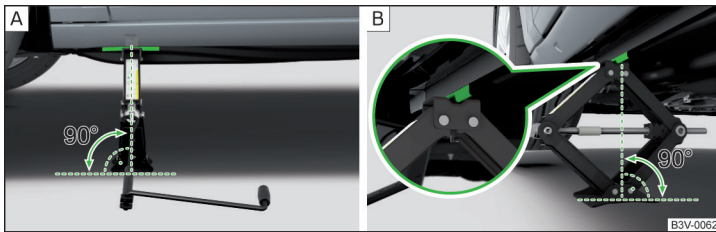

Abb. 235 Wagenheber ansetzen
- Die Grundplatte des Wagenhebers mit der gesamten Fläche auf einem geraden Untergrund stellen, sodass sich der Heber in senkrechter Position zum Aufnahmesteg befindet » Abb. 235 - **A**.
- Den Wagenheber mit der Kurbel so weit hoch drehen, bis die Klaue des Hebers den Steg umfasst » Abb. 235 - **B**.